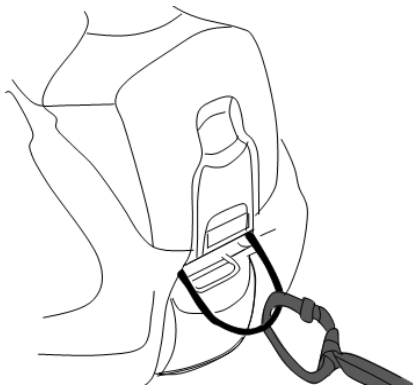

Abb. 21
- 3) Die Kettensäge muss mithilfe eines Seils am Spannungspunkt befestigt werden (Abb. 21).